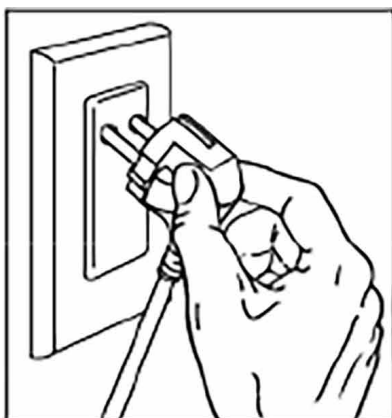

Fig. 1
1. Brancher le cordon d'alimentation secteur de la ponceuse à la source d'alimentation (sortie 220 VCA). Les sons d'avertissement «bip» se produisent une fois que la fiche est bien branchée à la source d'alimentation et l'indicateur LED indique la couleur «Rouge fixe» (Fig. 1).